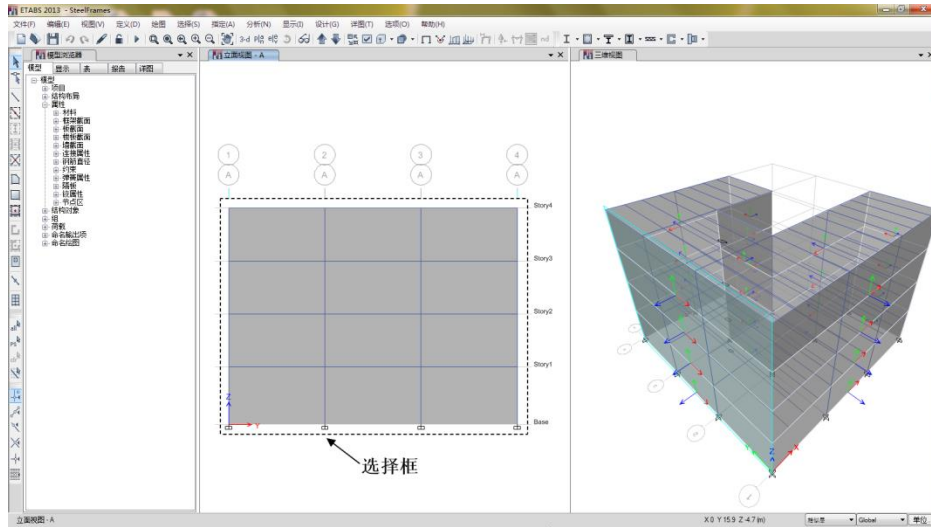

图 4-20 立面视图中选择壳对象
5. 利用“框选”方式，选择整个 A 轴立面，如图 4-20 所示。